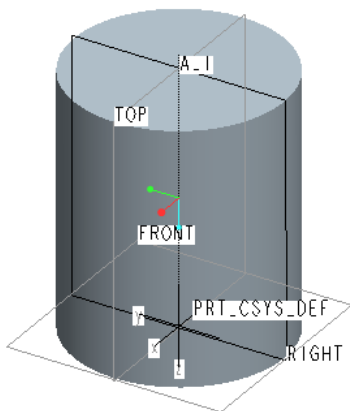

図 13-88 本体のフィーチャモデル
- ・「終了ツール」 を押すと, 本体部分のフィーチャモデルが完成する. (図 13-88)